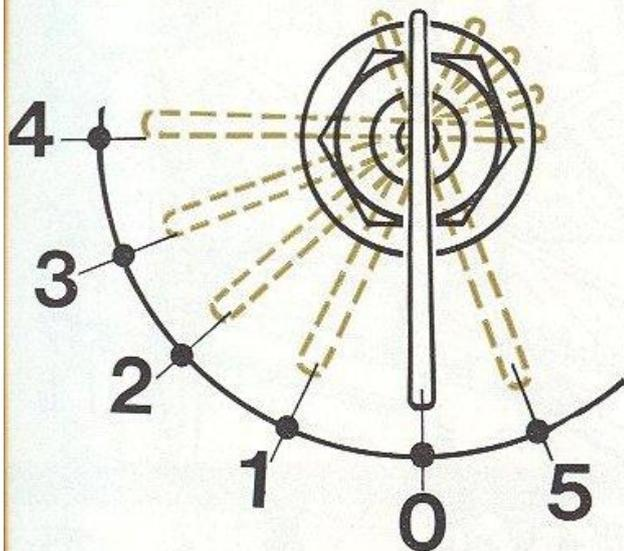

FIG. 5
Le commutateur de démarrage n'est en circuit que si le contacteur général (Fig. 5) est enclenché.
L'ampoule située dans le hublot (2) éclaire le tableau de bord et permet de s'assurer que les projecteurs sont allumés lorsque le contacteur général est en position 2-3-4 ou 5 (voir Fig. 5).
Placé en haut et à droite du tableau de bord, le voyant rouge, marqué « PRESS », s'allume dès que la clé du contacteur général est amenée dans la position « 1 » (voir Fig. 5).
Placé en haut et à gauche du tableau de bord, cet indicateur lumineux permet de contrôler le comportement de l'alternateur, du régulateur de tension et du télerupteur. Le voyant s'allume à l'arrêt dès que la clé du contacteur général (voir Fig. 5) est au premier cran. Moteur en marche, il s'éteint immédiatement et ne doit s'éclairer pour aucun régime du moteur.